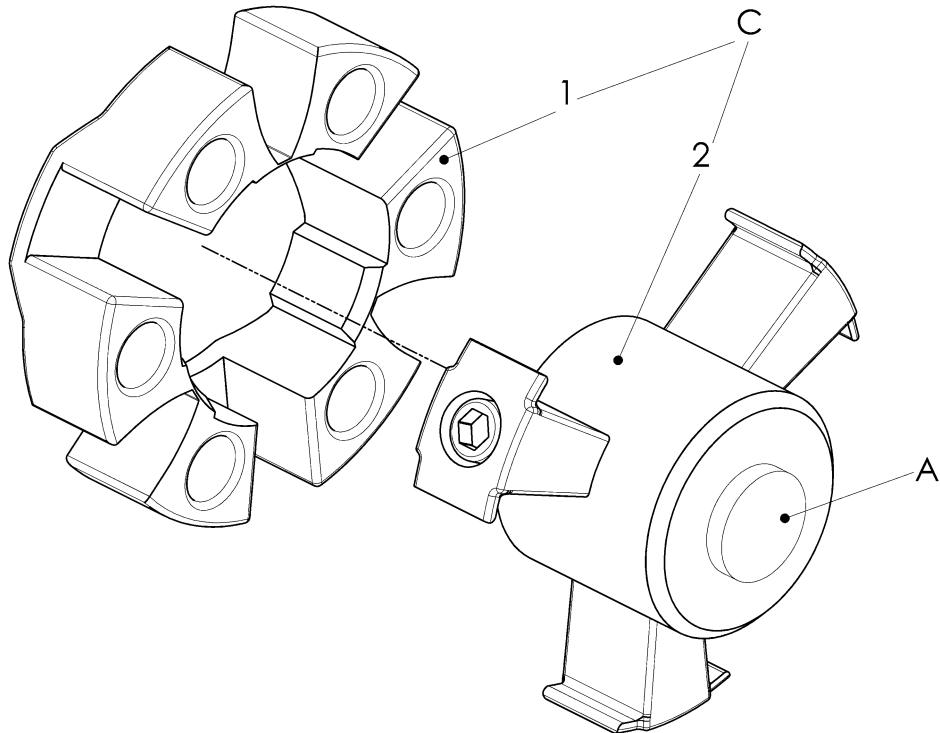

Abbildung 5-17 Elastikelement montieren
8.3 Elastikelement demontieren**Siehe Abbildung 5-17:**
- Elastikelement (1) von Baugruppe Nabe (2) entfernen.